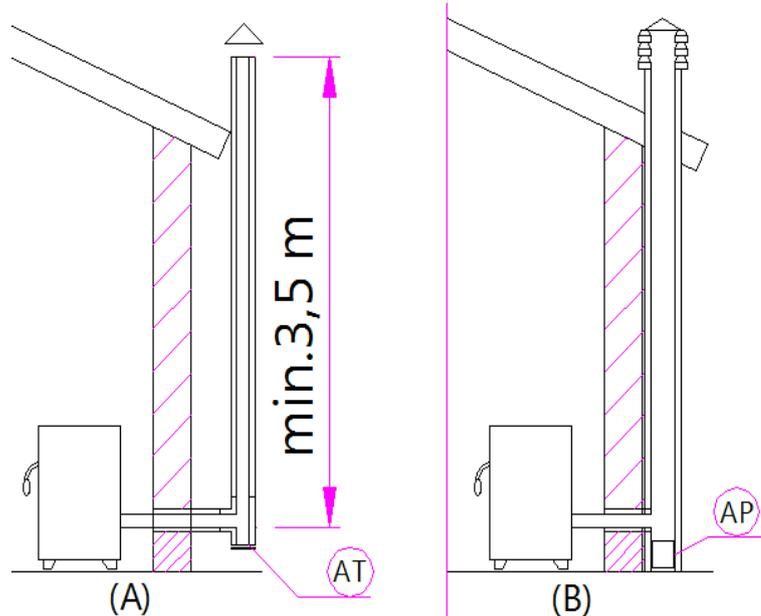

Figura 3
El conducto o chimenea es de gran importancia para el correcto funcionamiento de un aparato de calefacción para el proyecto de combustible sólido forzado, porque los aparatos modernos de calefacción tienen una alta eficiencia con el enfriamiento de humos correspondiente y consecuentemente un tiro inferior, es esencial que la chimenea sea construida en materiales de calidad y mantenerla siempre en perfecto estado. La chimenea debe ser siempre individual (ver Figura 3) con tubos de acero con aislamiento térmico (A) o en una ya existente (B). Ambas soluciones deben tener una tapa de inspección (AT) y/o puerta de inspección (AP).